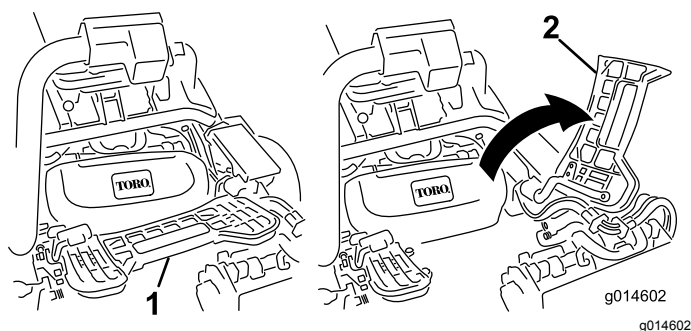

Figura 44
2. Levante el reposapiés y gírelo hacia arriba, para tener acceso a la posición de la unidad de corte central (Figura 44).